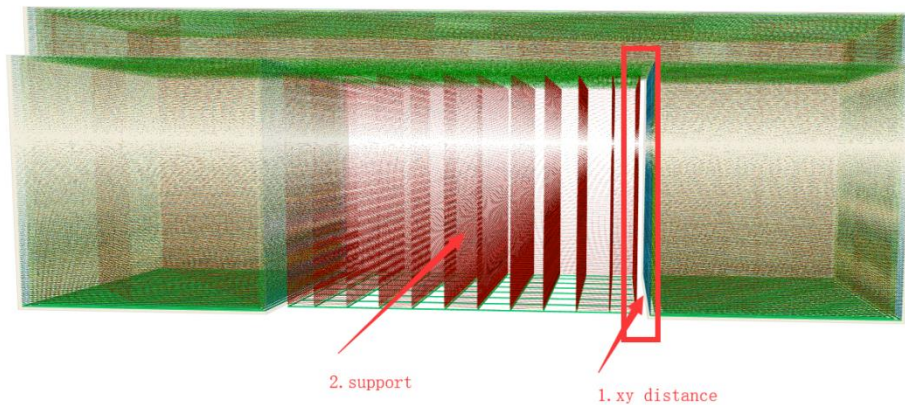

图 28, 切片后(加支撑), 图中 1 箭头所指空白间隙为支撑与模型 XY 平面间距
(6)支撑与模型 XY 平面间距(单位 mm):即支撑距离模型指定的横向平面的间距,如图 28。此间距决定支撑离模型的距离,太近会不好去除,太远了会造成支撑区域缩小而出现悬垂,默认值是经测试过的较好的一个值,一般情况可无需调整。若有更高打印要求的用户,建议按照 0.3mm 梯度增加或减少。